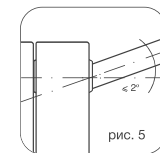

рис. 5
**Во избежание аварии допустимое отклонение оси коллектора радиатора от подводящих труб не более 2° (рис. 5).**